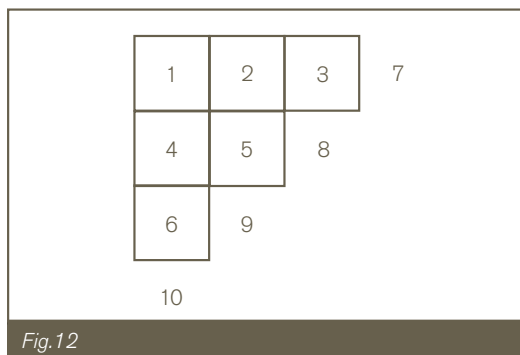

Fig. 12
4.5 Vervollständigen Sie alle Bereiche des Gitters (siehe Abb. 12).